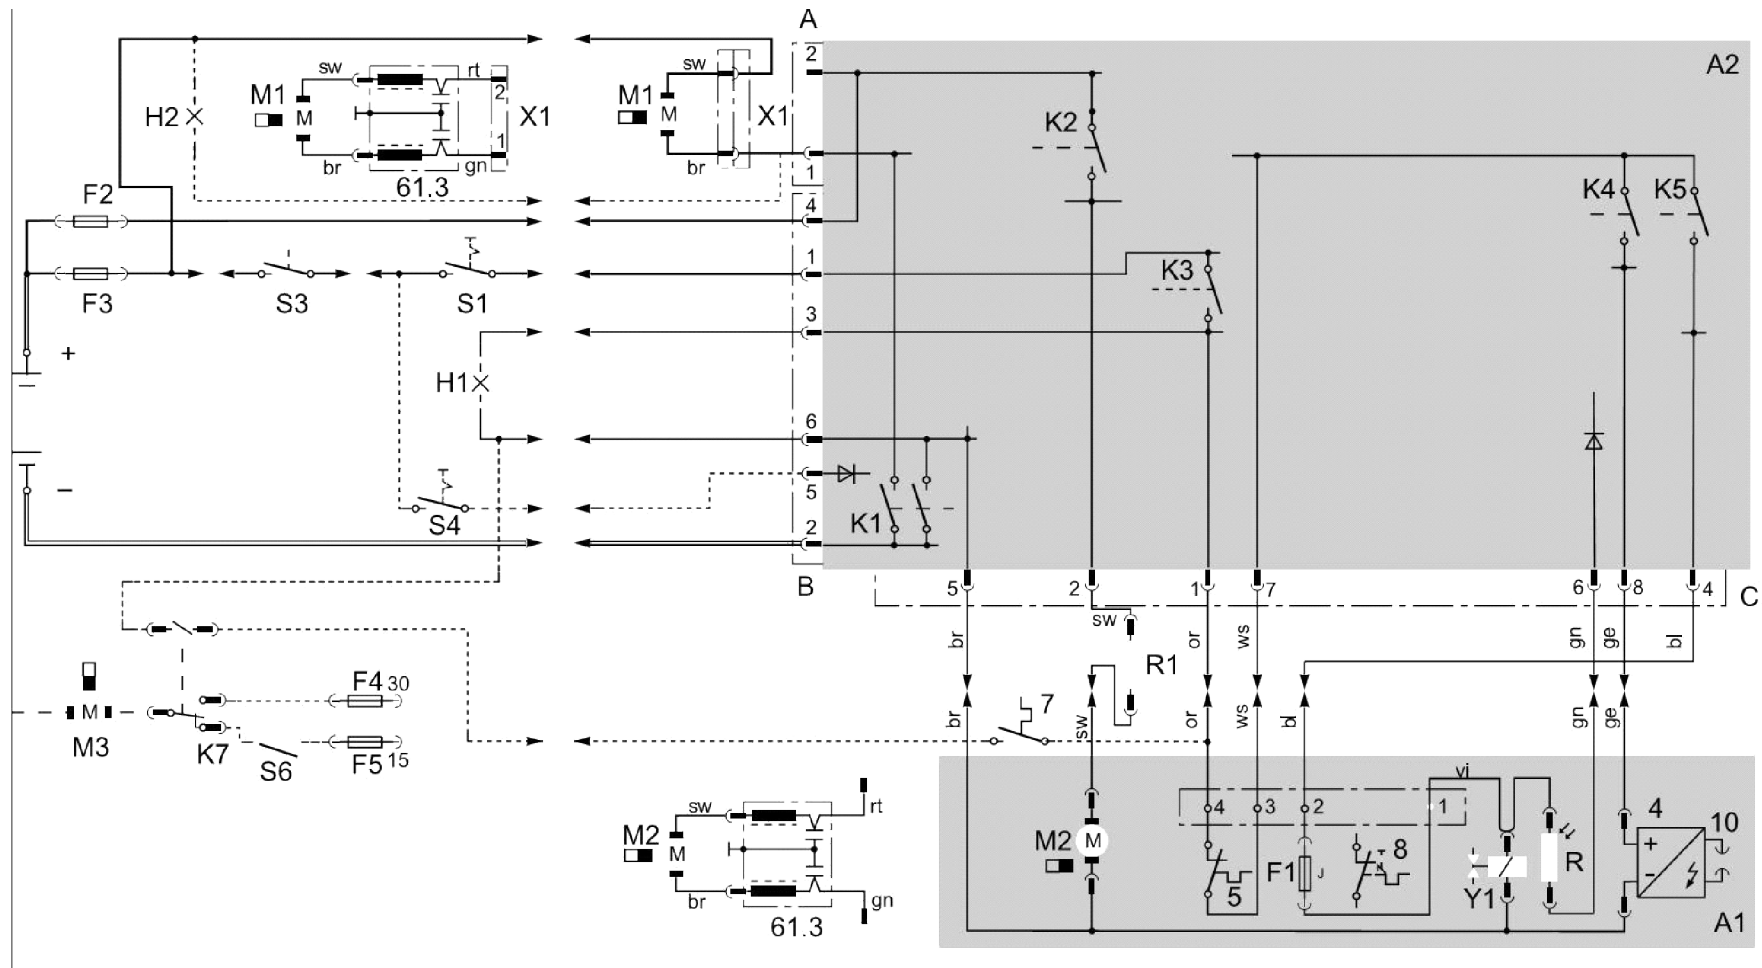

Рис. 38 Схема електричних з'єднань DBW 160 з блоком управління SG1553 і вмикачем, перелік елементів див. стор. 40 і 41
Електричні під'єднання підігрівачів повинні здійснюватись згідно рис.38...44. Слід врахувати поперечні перерізи проводів та їх колір (див. табл.1 і табл.2).
Для застосування штекерів, що по конструкції відрізняються від стандартних варіантів (рис.38...44), слід звертатись до виробника підігрівача.
- вмикач, див. схеми рис. 38, 40 і 42 ;
Таблиця 3 Перелік електричних елементів підігрівача DBW160 та їх застосування (до рис. 38 і 39)